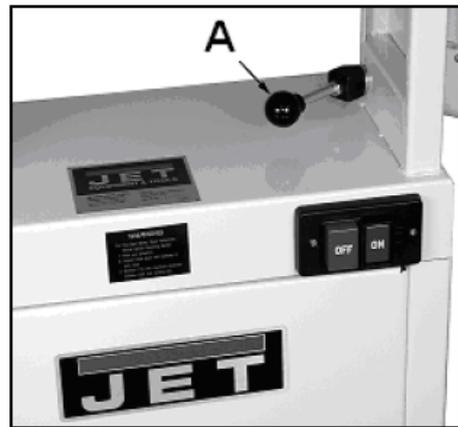

**Рис. 2**
**ВНИМАНИЕ:** узел с двигателем и шлифовальной головой имеет массу (А) 95 кг! Будьте осторожны и используйте подходящие вспомогательные средства для подъёма (Рис. 2). Откройте дверцу (Е) и закрепите шлифовальный узел 2 шестигранными винтами и шайбами (D).